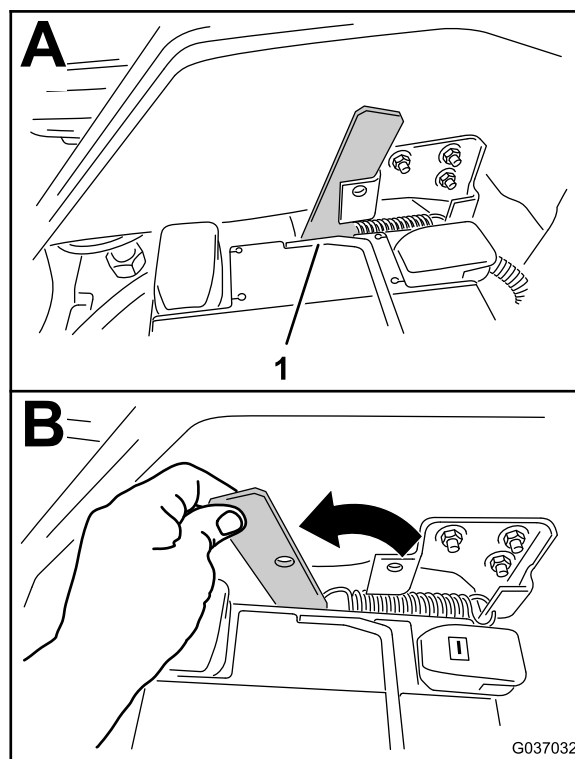

Figura 3
3. Spostate la maniglia in avanti per sbloccare la piattaforma dal telaio della macchina (Figura 3).